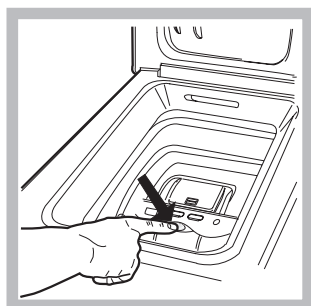

Fig. 2
B) Ouverture douce du tambour (Fig. 2):
E) Arrêt final du tambour (Fig. 2):